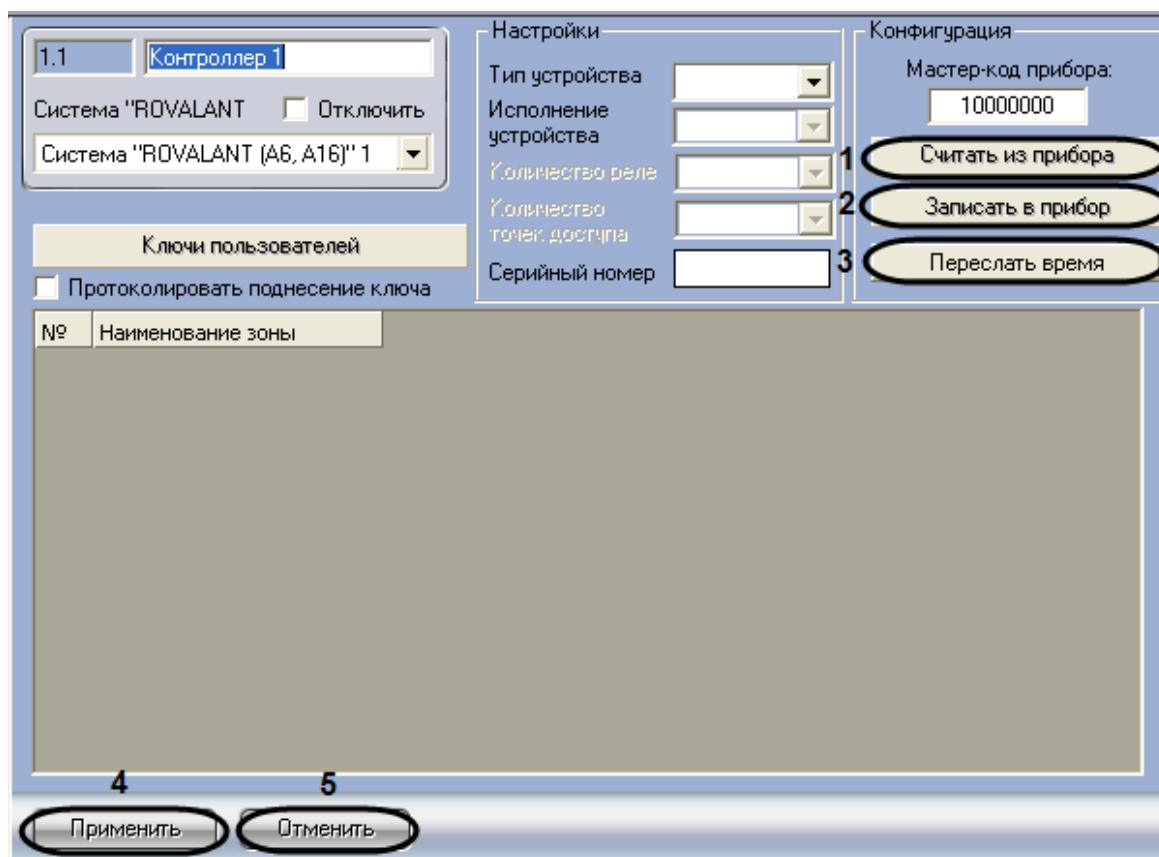

Рис. 3.3—3 Запись и загрузка конфигурации
1. Перейти на панель настроек объекта **Контроллер** (Рис. 3.3—3).
2. Для загрузки в ПК *Интеллект* конфигурации из прибора необходимо нажать кнопку **Считать из прибора** (см. Рис. 3.3—3, 1).
3. Для записи конфигурации в прибор необходимо нажать кнопку **Записать в прибор** (см. Рис. 3.3—3, 2).
- Для синхронизации времени прибора и Сервера необходимо нажать кнопку **Переслать время** (см. Рис. 3.3—3, 3).
- Для сохранения изменений нажать кнопку **Применить** (см. Рис. 3.3—3, 4).
Примечание. Для отмены изменений необходимо нажать кнопку **Отменить** (см. Рис. 3.3—3, 5).